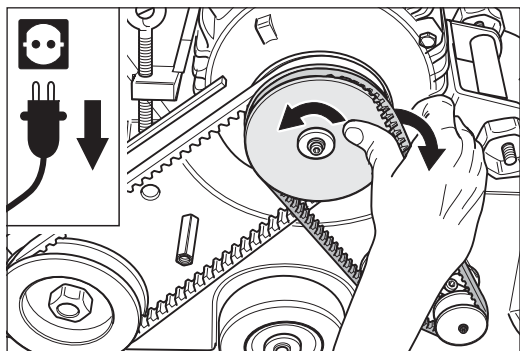

Abb. 26 Den Keilriemen für die Absaugung abnehmen.
- 7 Drehen Sie die Motorriemenscheibe und lassen Sie gleichzeitig den Keilriemen für den Ventilator von der Motorriemenscheibe laufen (Abb. 26).